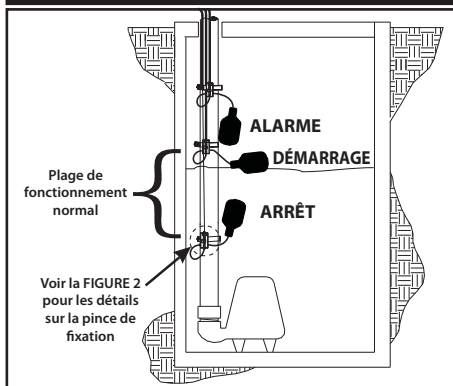

FIGURE 1
2. Déterminez votre niveau de fonctionnement normal, comme illustré sur la **Figure 1**.